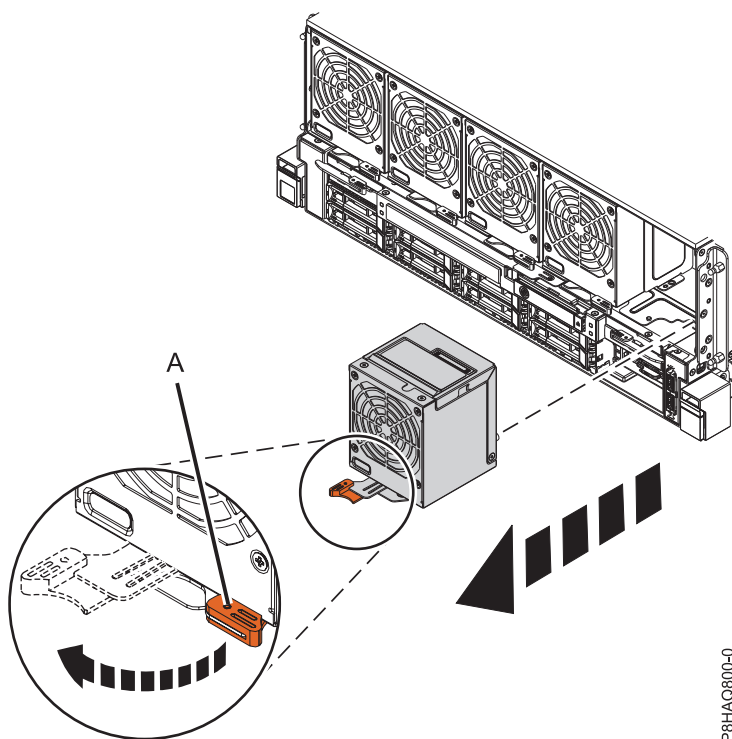

Figure 2. Retrait d'un ventilateur avant du système
- a. Placez votre pouce contre le devant du taquet du point tactile de couleur ocre (A) (figure 2) et placez votre index contre l'arrière du taquet.
- c. Faites pivoter la poignée du ventilateur dans le sens indiqué dans la figure 2 pour dégager celui-ci de son emplacement.
- d. Tenez fermement la poignée du ventilateur et tout en soutenant le bas du ventilateur à l'aide de votre main, dégagez le ventilateur de son emplacement, comme illustré dans la figure 2.